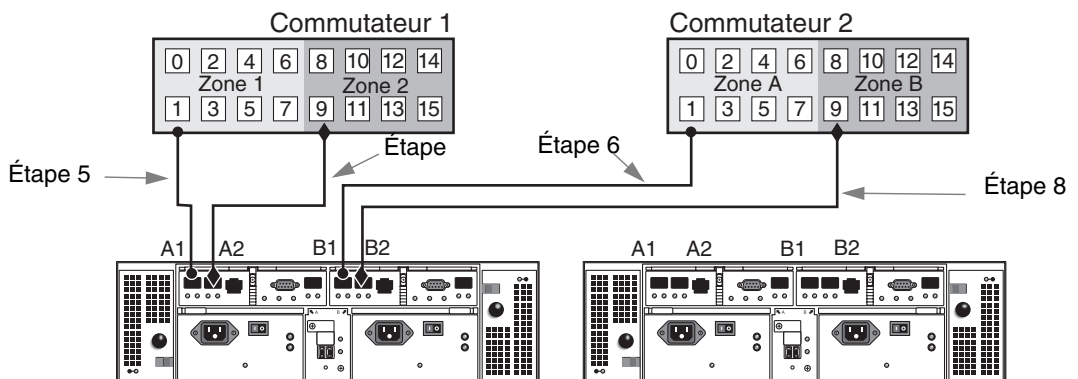

FIGURE 17 Connexions de la baie de stockage principale à des commutateurs FC
5. Connectez le port de contrôleur A1 de la baie de stockage principale à un port disponible de la zone 1 du commutateur 1 (voir FIGURE 17).
6. Connectez le port de contrôleur B1 de la baie de stockage principale à un port disponible de la zone A du commutateur 2 (voir FIGURE 17).
7. Connectez le port de contrôleur A2 de la baie de stockage principale à un port disponible de la zone 2 du commutateur 1 (voir FIGURE 17).
8. Connectez le port de contrôleur B2 de la baie de stockage principale à un port disponible de la zone B du commutateur 2 (voir FIGURE 17).